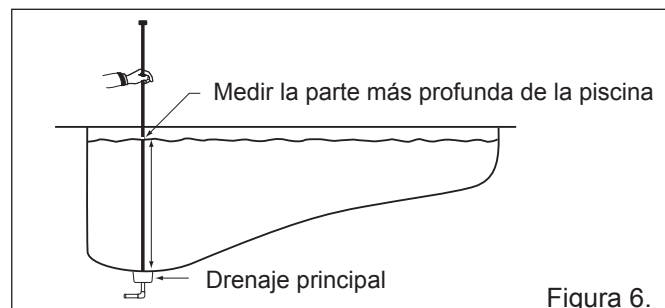

Figura 6.
1. Mida la parte más profunda de la piscina. Consulte la **Figura 6**.